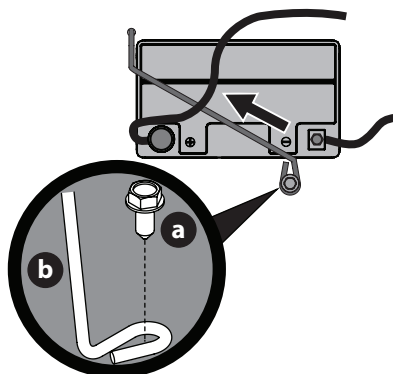

Figura 16
NOTA: el mazo de cables debería colocarse sobre la parte superior de la barra de sujeción de batería. De no ser así, el mazo de cables podría resultar dañado (Figura 16 en la página 47).
3. Extraiga el tornillo de arandela hexagonal (a) que sujeta la barra de sujeción de la batería al bastidor (b). Luego levante la barra de sujeción de la batería (b) para liberar la batería (Figura 16).